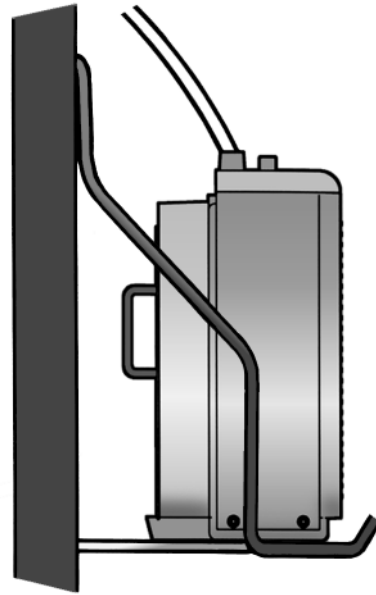

Fig. 5
- Inserire sul supporto l'unità esterna (Fig. 5).
- Introduire l'unité extérieure sur le support (Fig. 5).
- Insert the outdoor unit onto the support (Fig. 5).
- Die Ausseneinheit in die Halterung einsetzen (Abb. 5).
- Colocar en el soporte la unidad externa (Fig. 5).
- plaats de buitenunit op de ondersteuning (Fig. 5).